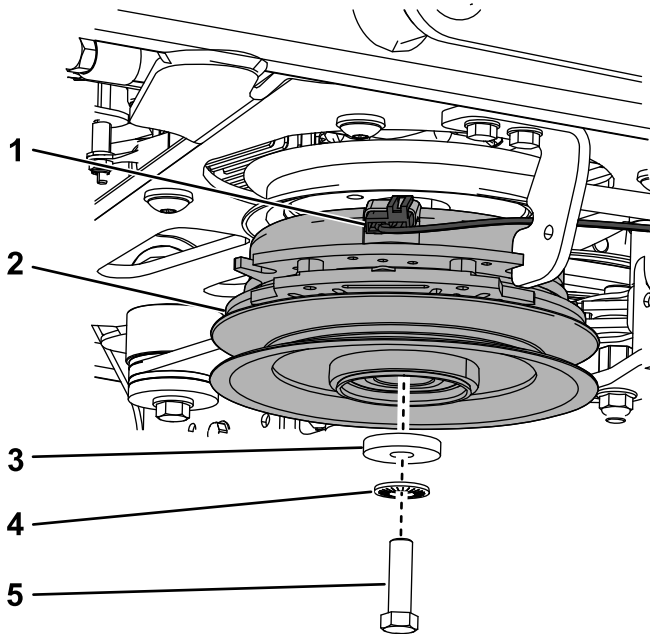

Figura 87
- B. Retire el perno, la arandela, la arandela de muelle y el embrague (Figura 87).